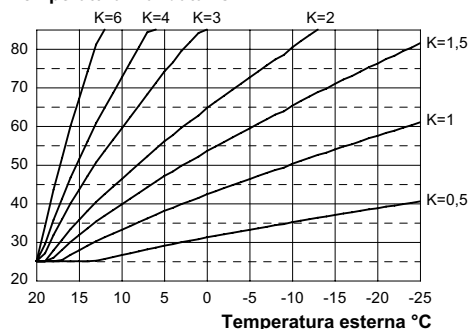
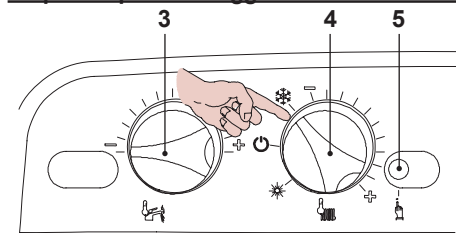

Fig. 5.34
Fig. 5.35
Quando si installa la sonda esterna bisogna impostare questo parametro in base al rendimento dell'impianto di riscaldamento per ottimizzare la temperatura di mandata (Fig. 5.34). Es. Per avere una temperatura di mandata all'impianto di riscaldamento di 60°C con una esterna di -5°C si deve settare un K di 1,5 (linea tratteggiata in Fig. 5.34).
- Posizionare le manopole 3 e 4 indicato in Fig. 5.35.
- Per settare il coefficiente K, determinato dalla Fig. 5.34 bisogna entrare in programmazione premendo per 15 secondi il pulsante di ripristino **5**, in Fig. 5.35 fino alla comparsa del parametro **P01** sul display LCD; sul display LCD compare la seguente visualizzazione (la sequenza **P01** si alterna a ---).
- Premere il pulsante di ripristino **5**, in Fig. 5.35, per lo scorrimento dei vari parametri sino al raggiungimento del parametro **P15** valido per il settaggio del coefficiente K; sul display LCD compare a seguente visualizzazione (la sequenza **P15** si alterna a **00**).
ad un massimo di **255** in base alla curva scelta del coefficiente K in Fig. 5.34.